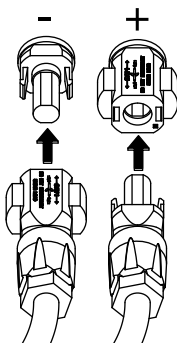

Bild 31: Anslutning av solcellssträng
6. Stick in DC-kablarnas bussningar och kontakter på växleriktaren.  Bild 31